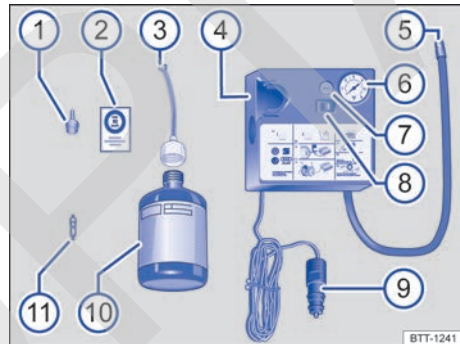

Fig. 192 Representación esquemática: componentes del kit reparapinchazos.
El kit reparapinchazos se encuentra en el maletero, debajo del recubrimiento del piso. Se compone de las siguientes piezas → fig. 192:
11. Pegue el adhesivo → fig. 192 ② del kit reparapinchazos en el tablero de instrumentos dentro del campo de visión del conductor.
- Desenrosque el obús de la válvula con el desmontaobuses → fig. 192 ① y deposítelo sobre una base limpia.
- Agite energícamente la botella de sellante → fig. 192 ⑩ unas cuantas veces.
- Enrosque fijamente el tubo de llenado → fig. 192 ③ en la botella de sellante en el sentido de las agujas del reloj. El precinto de la boca de la botella se perfora automáticamente.
- Retire el tapón del tubo de llenado → fig. 192 ③ e introduzca el extremo abierto en la válvula del neumático por completo.
- Enrosque nuevamente el obús en la válvula del neumático con ayuda del desmontaobuses → fig. 192 ①.
- Enrosque fijamente el tubo de inflado → fig. 192 ⑤ del compresor de aire en la válvula del neumático.
- Enchufe el conector → fig. 192 ⑨ en una toma de corriente de 12 voltios del vehículo → pág. 165.
- Encienda el compresor de aire con el conmutador de encendido y apagado → fig. 192 ⑧.
- Deje el compresor en funcionamiento hasta alcanzar una presión de 2,0 a 2,5 bares (29-36 psi/200-250 kPa) → **⚠. No lo deje funcionar más de 8 minutos** → ①.
Vuelva a enroscar el tubo de inflado → **fig. 192** ⑤ y compruebe la presión del neumático en el indicador ⑥.